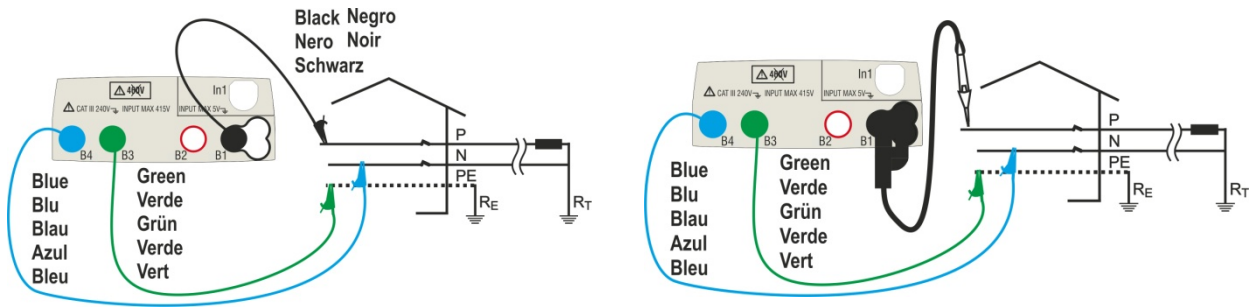
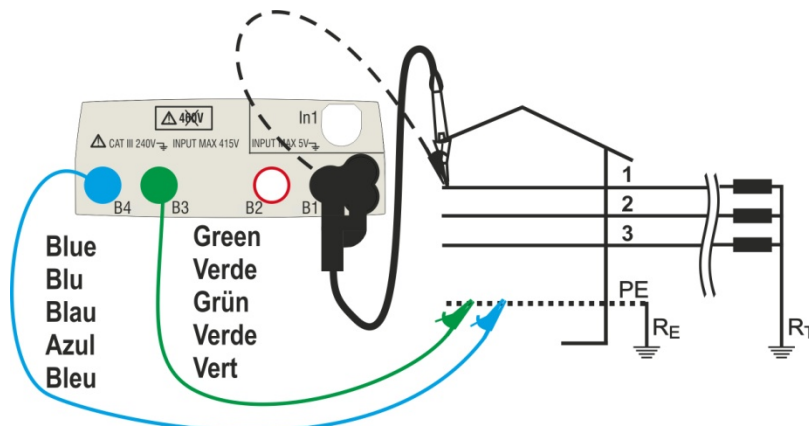

Abb. 15: Messung P-N/P-PE in ein-/zweiphasigen 230 V Systemen mittels Kabeln und Tastkopf
Abb. 18: Messung P-PE/P-N in 400V + PE (no N) Systemen mittels Einzelkabeln und Tastkopf
4. Verbinden Sie den Schukostecker, die Krokodilklemmen oder den Tastkopf mit der elektrischen Anlage entsprechend Abb. , Abb. 15, Abb. 16 und Abb. 18.
4. Trennen Sie, wenn möglich, alle dem Messpunkt nachgelagerten Verbraucher ab, denn deren Impedanz kann die Testergebnisse verfälschen. Verbinden Sie den Schukostecker, die Krokodilklemmen oder den Tastkopf mit der elektrischen Anlage entsprechend Abb. 15, Abb. 16 und Abb. 18. Achten Sie auf das Vorhandensein von korrekten Spannungswerten zwischen L-L und L-PE entsprechend der Auswahl der Anfangsphase (siehe § 5.1.3), wie im hier nebenstehenden Bildschirm angezeigt.